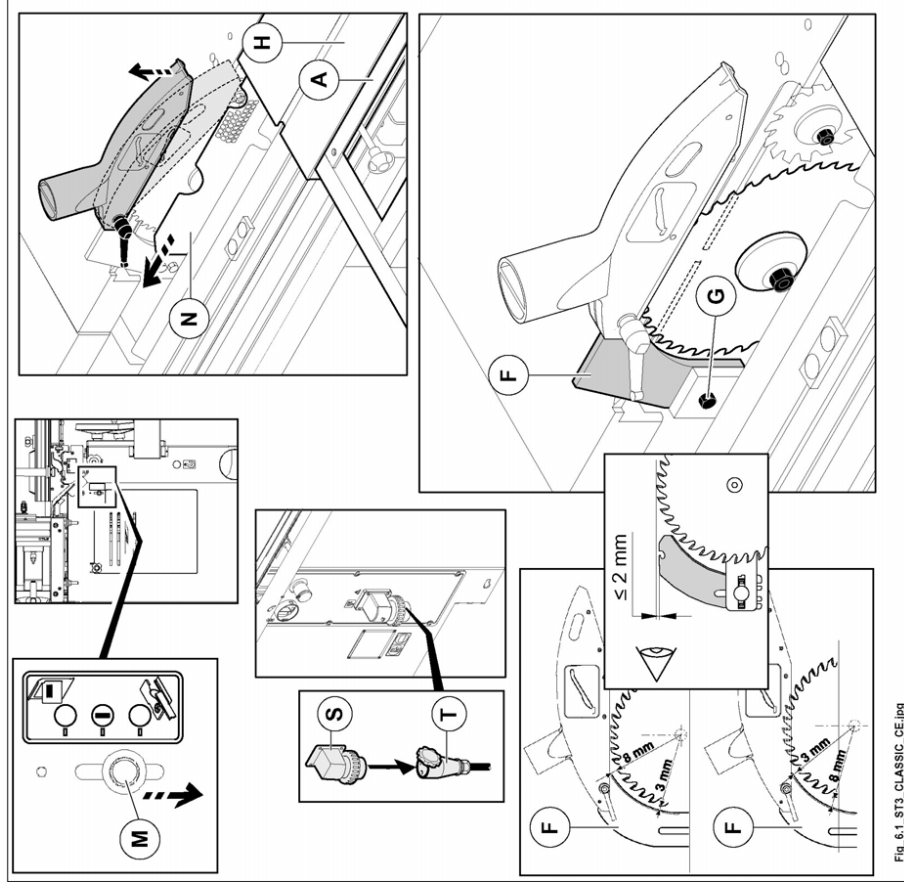

Fig. 6.1 ST3 CLASSIC CE.jpg
- 2) Positionieren Sie den Winkelrahmen (A Abb. 6.1) wie in der Abbildung gezeigt wird und schieben Sie den Waagonschlitten (H Abb. 6.1) ganz nach rechts.
- 3) Senken Sie der Hebel (M Abb. 6.1) an und öffnen Sie die Schutzvorrichtung (N Abb. 6.1).
- 4) Die Höheneinstellung des Zerteilmessers (F Abb. 6.1) durch lockern der Mutterschraube (G Abb. 6.1) einstellen.